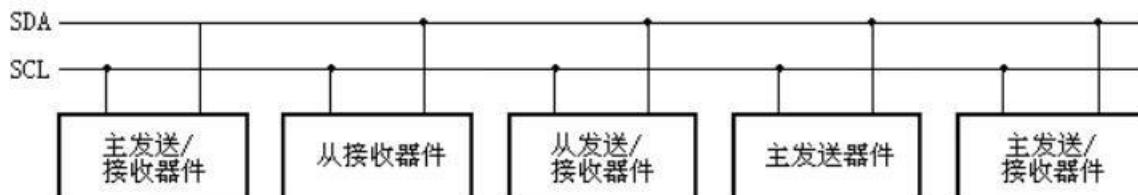

图 5. I2C 总线系统配置图
系统配置参见图 5，产生信息的器件是传送器，接收信息的器件是接收器，控制信息的器件是主器件，受控制的器件是从器件。
总线不忙时，数据线和时钟线保持高电平，数据线在下降沿、时钟线为高电平时为起动条件 (S)，数据线在上升沿、时钟线为高电平时为停止条件 (P) 参见图 5。